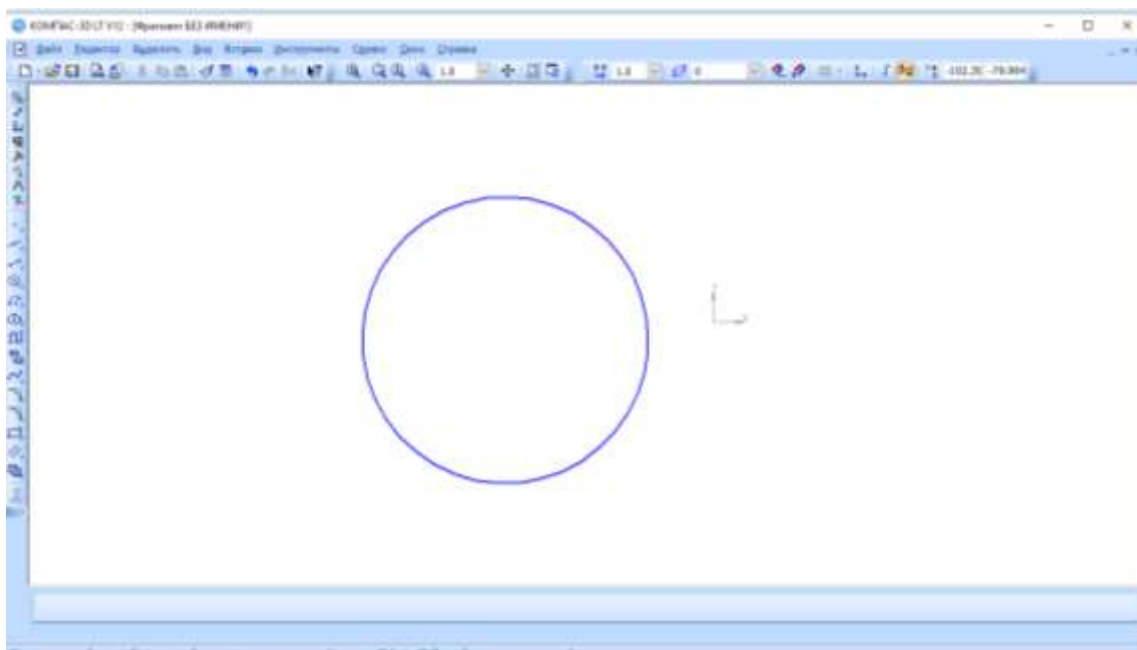

Рис. 2.7
- Проверьте правильность построения (рис. 2.7).